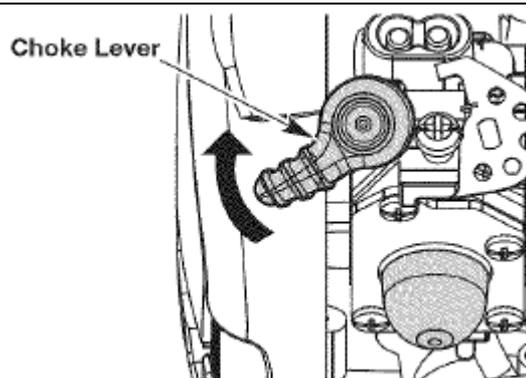

Рис. 8 Рычаг управления воздушной заслонкой
4. Поверните рычаг воздушной заслонки почасовой стрелки до его защелкивания. (Рис. 8)